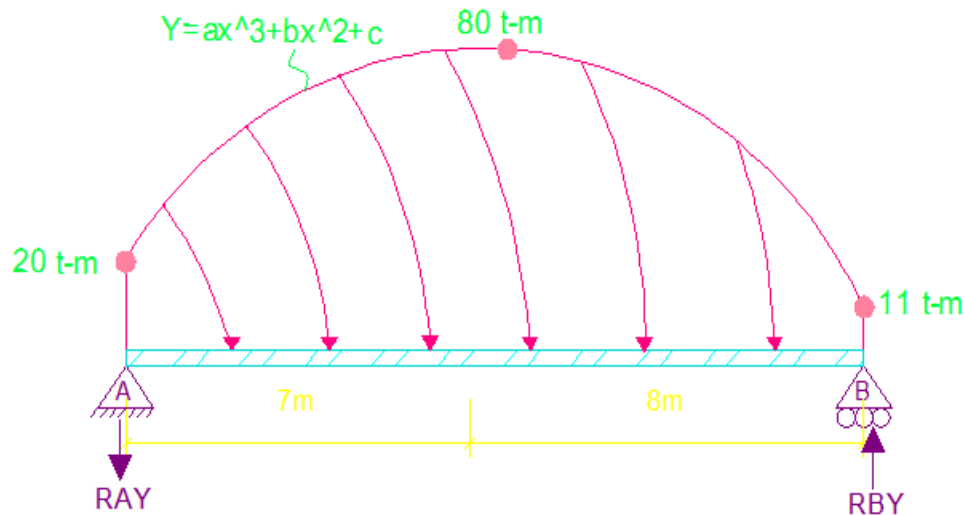

Figura No. 3
3.-De la siguiente estructura figura No. 3, calcular las reacciones de los apoyos, obtener la ecuación de la fuerza cortante, momento y fuerza axial y trazar los diagramas correspondientes.